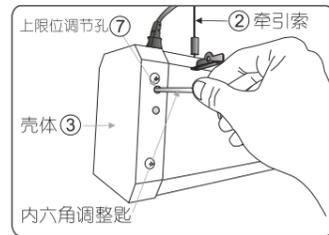

图 24
- 调节牵引索电机上限位时，先将上限位调节孔⑦胶塞拔出来，再将内六角调整匙插入孔内（如图 24），并将遥控器处于学习状态，按牵引索上行键（**▲** 遥控电子定位）顺时针旋转内六角调整匙时，银幕下降（银幕离安装位置距离增大）。逆时针旋转时，银幕上升（银幕离安装位置距离减小）。